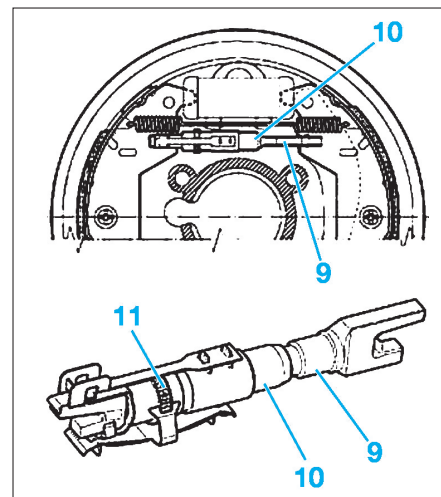

Fig. 13
- En cas de montage de segments neufs, mettre la vis de réglage (9) et le tirant (10) du dispositif de rattrapage au contact des segments (dispositif complètement vissé), puis dévisser la bague crantée (11) d'un demi-tour (Fig.13).